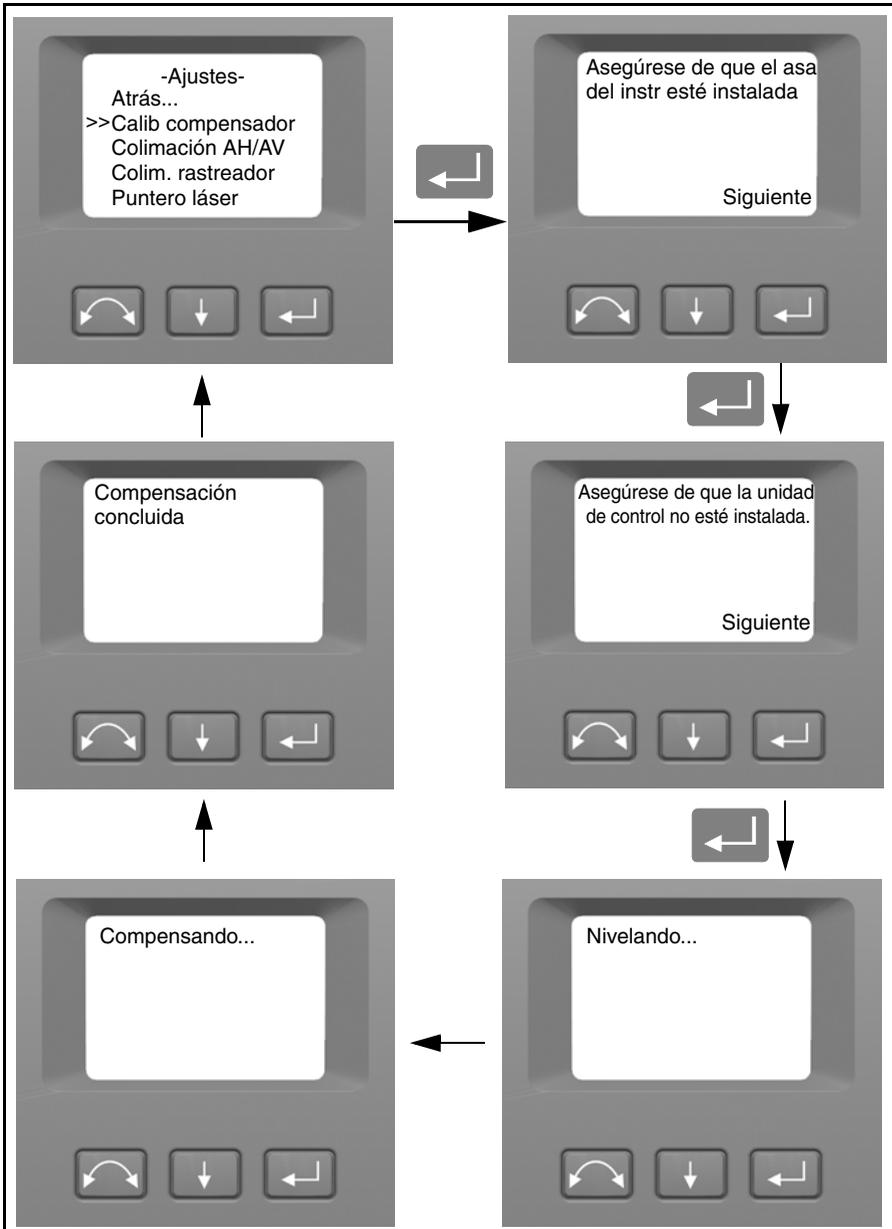

Figura 4.30 Rutina de calibración del compensador
3. Siga las instrucciones de la pantalla. Véase la Figura 4.30.